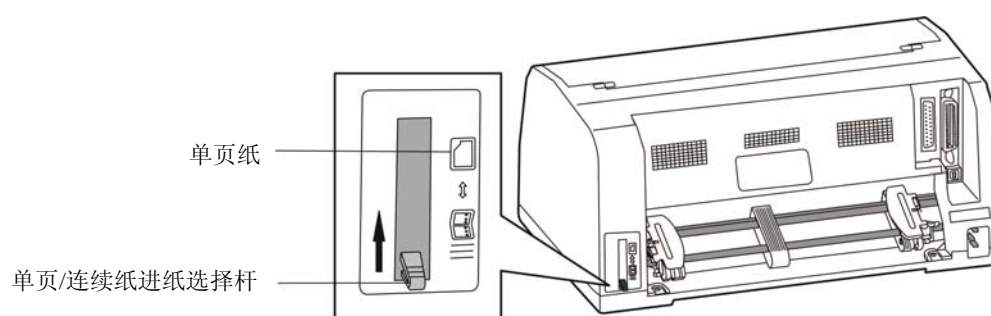

图 3-2 设定单页/连续纸进纸位置（单页纸）
- 设定单页/连续纸进纸选择杆于单页打印方式状态（如图 3-2 所示）。